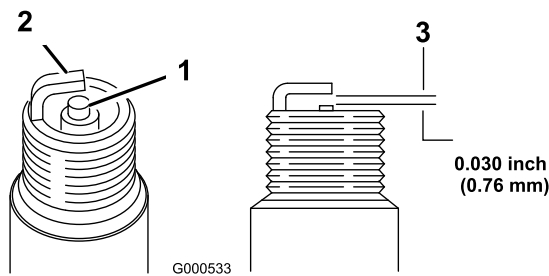

Figura30
2. Deconectați cablul bujiei (Figura30).
5. Setează distanța bujiei la 0,030 inch (0,76 mm) (Figura30).